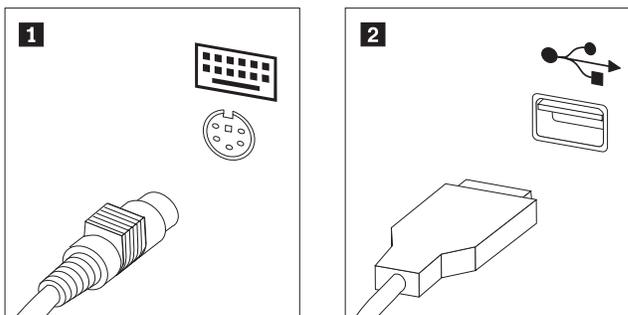

Рисунок 35. Разъемы клавиатуры (стандартный или USB)
3. Найдите разъем клавиатуры. Смотрите раздел рис. 35.